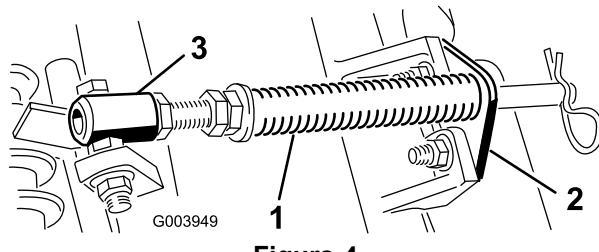

**Figura 3**
3. Asegúrese de que el contrapeso (Figura 3) está instalado en el extremo correcto de la unidad de corte, según lo descrito en las *Instrucciones de instalación* del kit de contrapesos.